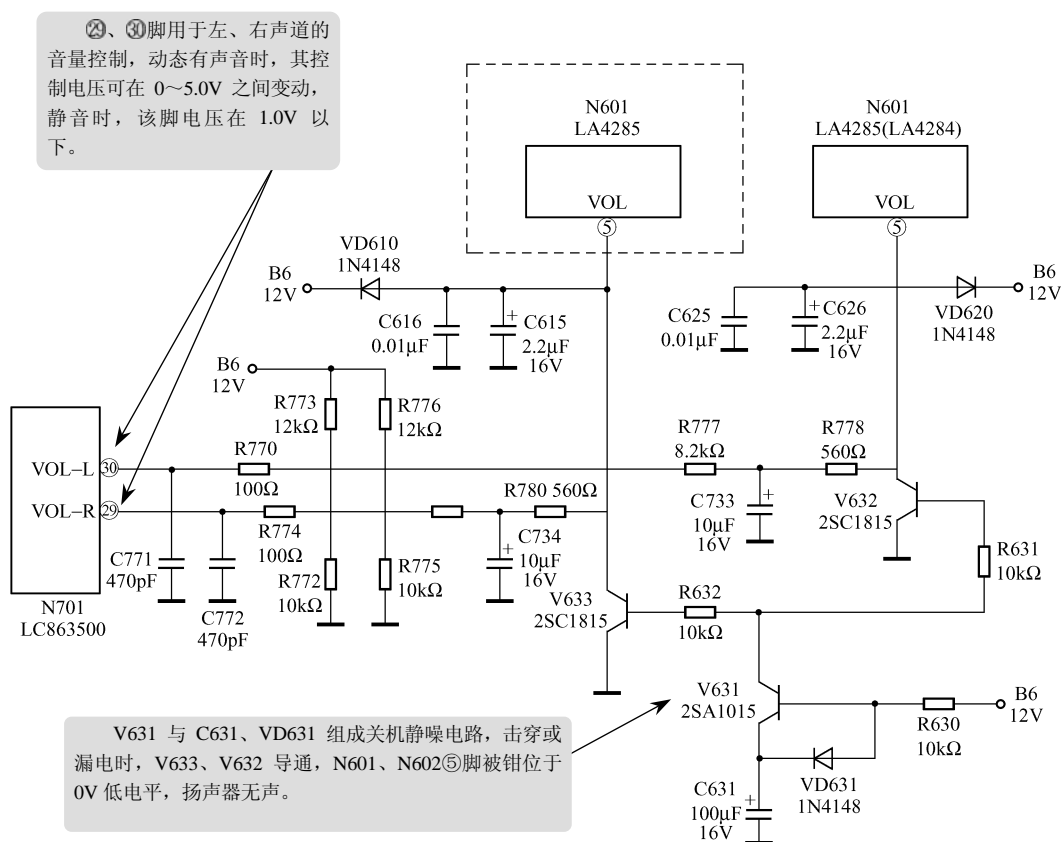

图 7-35 海信 TC2188 H 伴音功放电路故障检修图
检查与分析：根据检修经验，有图像、无伴音一般是伴音功率输出或音量控制电路有故障。因此，检修时应主要检查伴音功放集成电路及⑤脚外接电路，如图 7-35 所示。但在该机中，伴音功放电路只使用一只 LA4287，虚框内 N601 未用，音量控制功能也只使用 N701 的③脚，②脚空置未用。